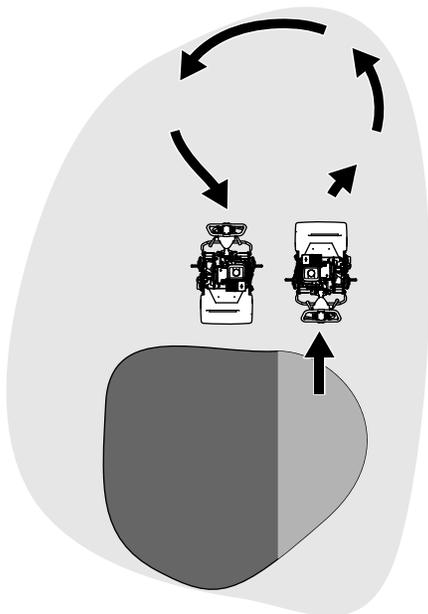

Figure 21
- Faites demi-tour en dehors du green en relevant le cylindre de coupe (appuyez sur le guidon) et exécutez un tour en goutte d'eau sur le tambour de traction (Figure 21).
1. Repérez le levier d'engagement de déplacement sur le boîtier d'engrenages de la transmission (Figure 21).